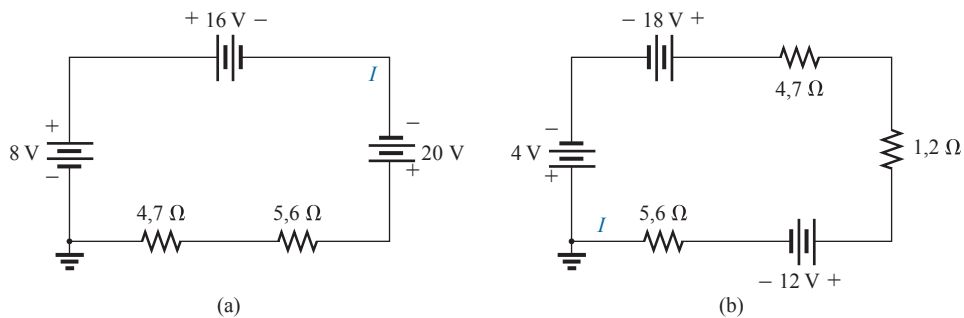

Figura 5.103 Problema 19.
- 19. Determine a corrente I e seu sentido para cada circuito mostrado na Figura 5.103. Antes de calcular a corrente I, redesenhe cada circuito com uma única fonte de tensão.